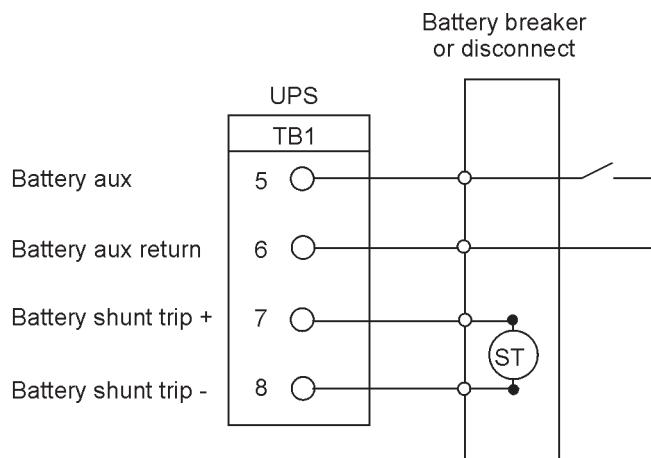

Рис. 4-10. Типовое подключение интерфейса аккумулятора
- Расположение соответствующих клемм, а также требования по проводке и ее подключению см. на Табл. 4-1 на стр. 48 и с Рис. 4-8 по Рис. 4-10.